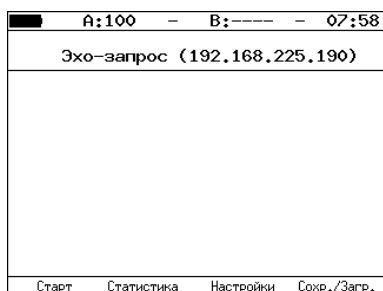

Рис. 7.59. Меню «Эхо-запрос»
- Перейти в меню «Эхо-запрос» (см. рис. 7.59). Нажать на клавишу **F3** («Настройки»).